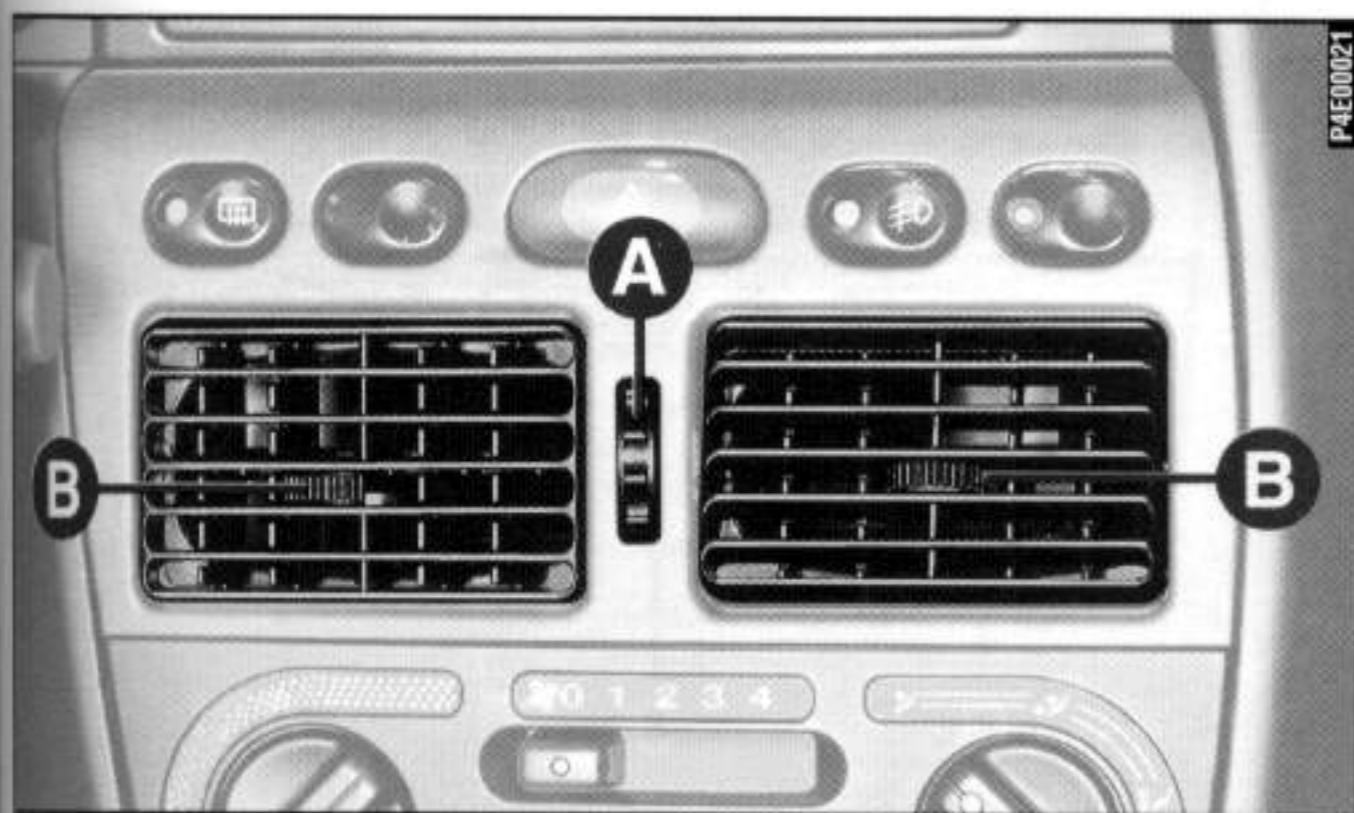
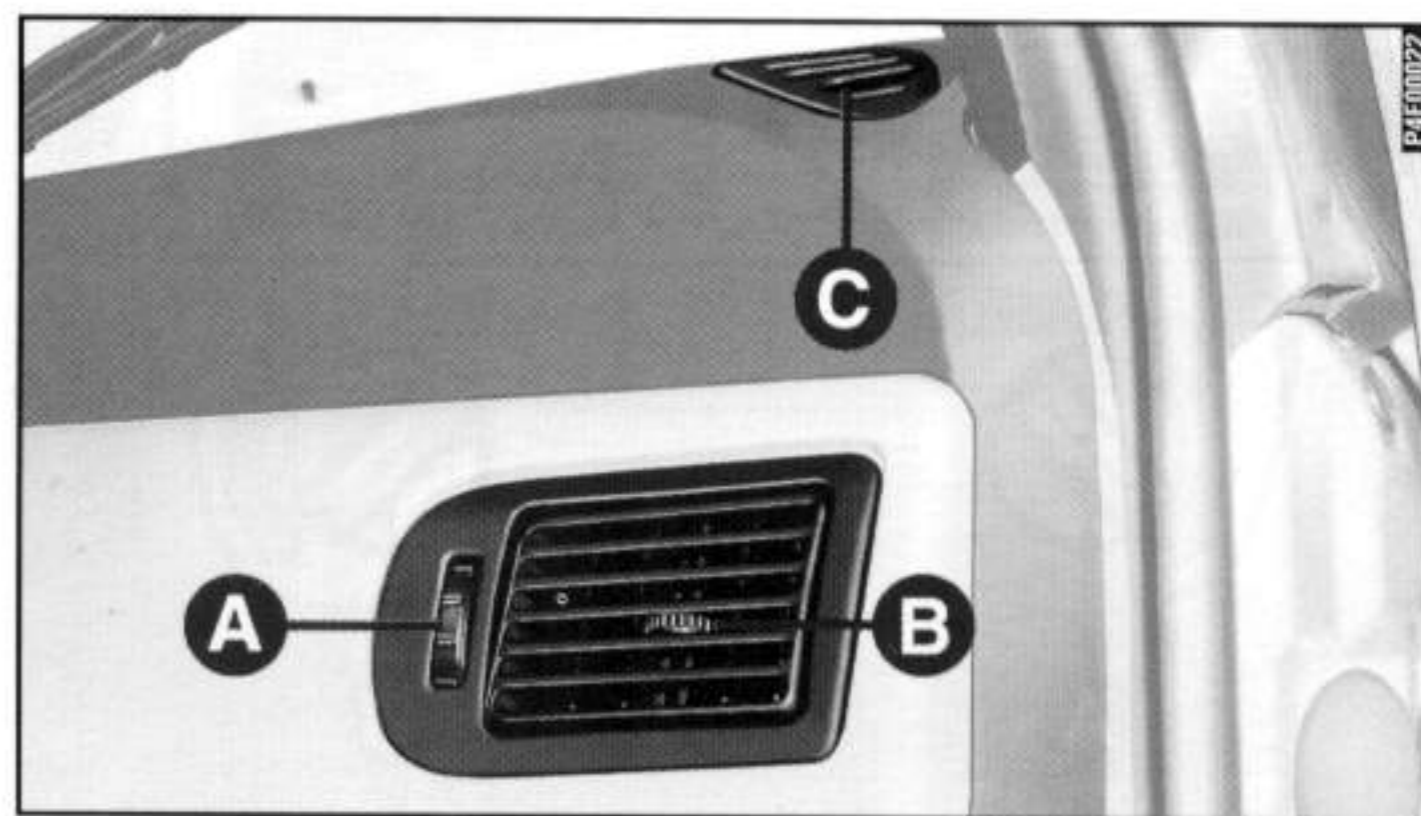

fig. 32
fig. 33
## DIFUSORES ORIENTÁVEIS E REGULÁVEIS fig. 32 e fig. 33
**C** - Difusor fixo para vidros laterais **fig. 33**.